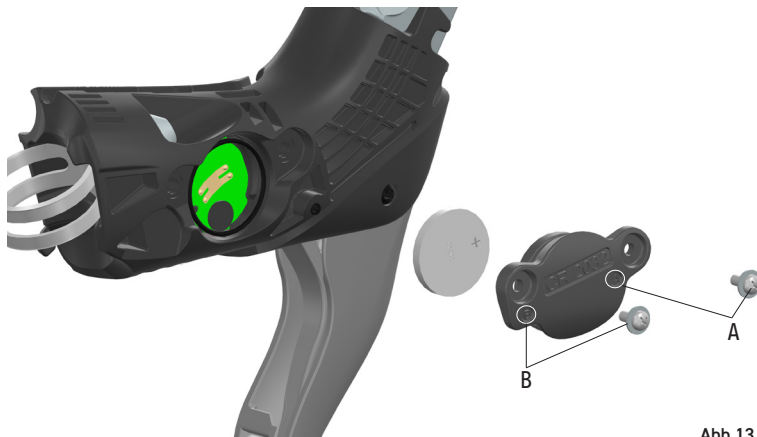

Abb.13
- Verwenden Sie einen Kreuzschlitzschraubendreher, um die Schraube und die Unterlegscheibe in Position A zu lösen und zu entfernen (Abb. 13), und fahren Sie dann mit der Schraube und der Unterlegscheibe in Position B fort (Abb. 13).
- Um die Batterieabdeckung zu entfernen, greifen sie unter die Kante an der Abdeckung in der Nähe der Schraube B (Abb. 13).
- Nehmen Sie die Batterie heraus und legen Sie eine CR2032-Batterie ein. Achten Sie darauf, dass die Seite mit dem „+“-Symbol zur Abdeckung zeigt (Abb. 13).
- Bringen Sie die Abdeckung wieder an und ziehen Sie die beiden Schrauben mit einem Kreuzschlitzschraubendreher fest (Abb.13).